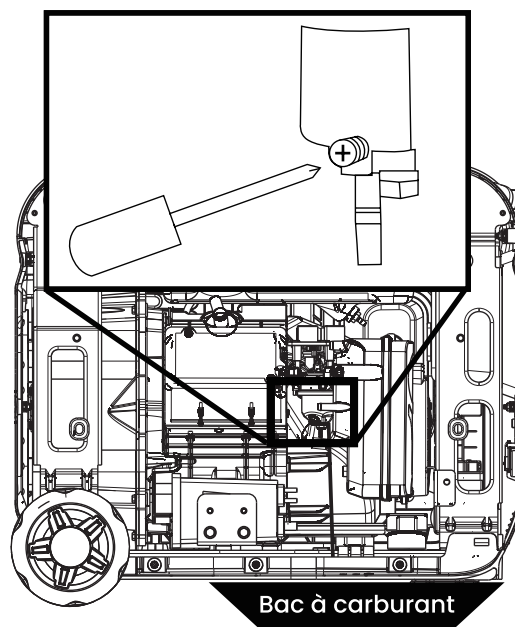

Figure 14: Desserrez la vis du bol du flotteur.
3. Desserrez la vis de vidange de la cuve du flotteur (voir figure 14) jusqu'à ce que vous voyiez le carburant s'écouler de la cuve du flotteur.